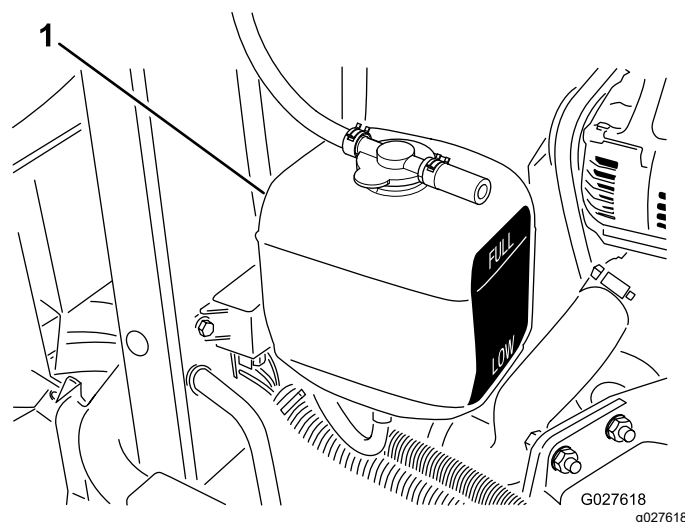

Figure 81
3. Vérifiez le niveau de liquide de refroidissement dans le vase d'expansion (Figure 81).